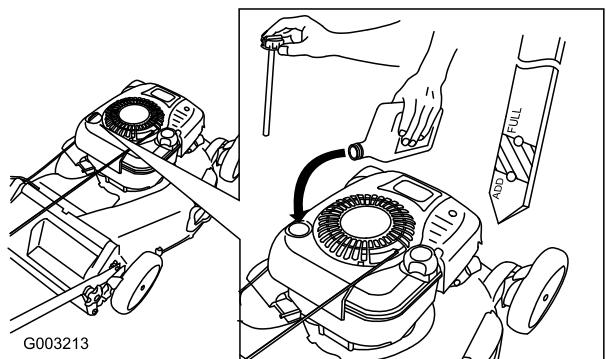

Figura 13
1. Togliete l'asta di misurazione del livello dell'olio, asciugatela ed inseritela a fondo nel foro (Figura 13).
2. Estraete l'asta e controllate il livello dell'olio (Figura 13). Se il livello dell'olio è inferiore alla tacca Add sull'asta, versate lentamente dell'olio nel tubo di riempimento fino a portarne il livello alla tacca Full sull'asta. **Non riempite troppo.** (Riempimento massimo: 0,77 litri, tipo: olio detergente SAE 30W con service classification API SF, SG, SH, SJ, SL o superiore.)